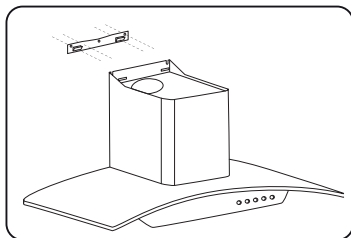

Figura 03
2. Observe na (Figura 03), o esquema de fixação da coifa de parede. Primeiro parafuse o suporte de fixação depois encaixe a coifa nos ganchos do suporte de fixação.